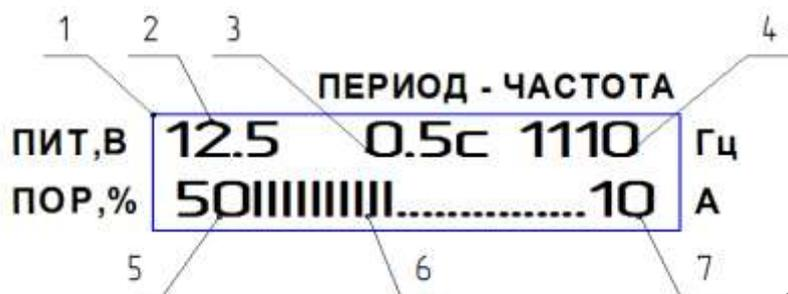

Рис.2. Символьный индикатор
Режим работы и состояние всех установок контролируется с помощью символьного индикатора (рис.2). Он является одновременно световым индикатором включенного состояния генератора и в темноте имеет фоновую подсветку символов.
Кнопками 3 «Порог тока» можно непосредственно выбрать максимальный уровень выходного тока генератора в процентах от максимального значения (25 А). Для уменьшения максимального выходного тока используется левая кнопка (со стрелкой вниз), а для увеличения — правая кнопка (со стрелкой вверх). Каждое нажатие кнопки генератор подтверждает коротким звуковым сигналом. Изменения заданного максимального порога тока отображаются цифрами в левом нижнем углу индикатора (рис. 2). Начинать подключение неизвестной нагрузки рекомендуется с минимального уровня тока (10 - 20%).
Три кнопки (5, 6 на рис. 1) служат для установки всех остальных параметров генератора, доступ к которым осуществляется реже. Все регулировки начинаются с нажатия кнопки (6) управления курсором индикатора (мигающего индикатора, который выделяет один из символов). После первого нажатия на кнопку 6 курсор устанавливается на младшей цифре значения периода модуляции выходного тока (3 рис. 2). Если, при выделенной цифре периода, нажимать кнопки (5), то можно последовательно уменьшать или увеличивать период модуляции. При установке периода модуляции в значение «0,0» модуляция отключается, и генератор работает непрерывно.
Второе нажатие кнопки управления курсором сдвигает курсор вправо и выделяет цифру, отображающую единицы тысяч Герц частоты генератора на выходе (6 рис.2). Кнопками 5 (при выделенном символе единиц тысяч) можно выбрать желаемое значение или оставить прежнее.